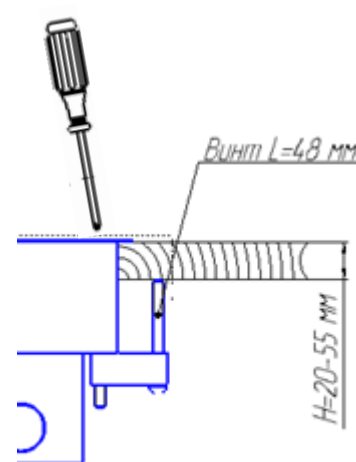

Рис. 4
6. Зафиксировать люк по толщине фальшпола, вращая винты монтажных зажимов (рис. 4).
5. Установить люк в монтажное отверстие и зафиксировать люк по толщине фальшпола, вращая винты монтажных зажимов 2 (рис. 4).